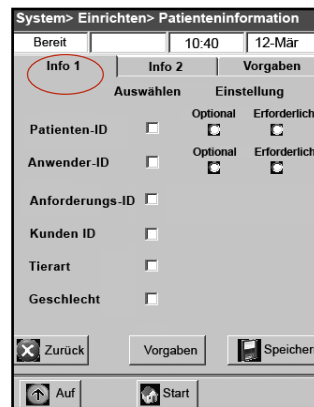

Abbildung H-7: Bildschirm System > Einrichten > Patienteninformationen > Info 1
- Am Bildschirm Info 1 tippen Sie auf die Optionen, die Sie in die Patienteninformationen einbeziehen möchten (Abbildung H-7): **Patienten-ID, Operator-ID, Requisitions-ID, Kunden-ID, Tierart** und **Geschlecht**.